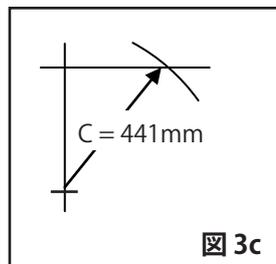
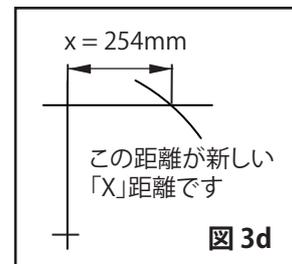

図 3c
図 3d
3.2. 最終寸法を決定します。 平な垂直面が水平線と垂直線を引き、直角三角形を作成します。(図3a) 交点から下方向に、決定した「Y」寸法を測定し、マークします。(図3b) 巻き尺を変更後の「Y」マークに合わせ、「X」線上に弧を描くように動かし、「C」寸法と交差する地点をマークします。(図3c) 交点から「C」寸法の交点までの距離を測定し、それが新しい「X」寸法となります。(図3d)